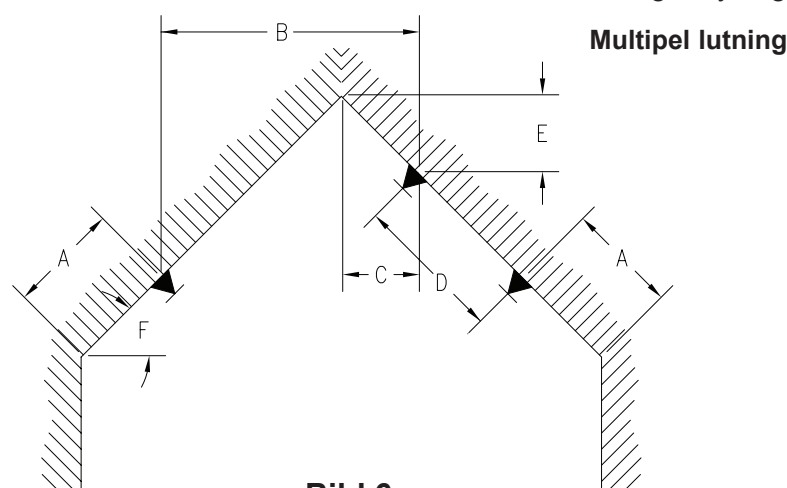

Bild 6
(F) När dimensionen "F" överskrider 16' (4,9 m) ska dimensioneringskonfigurationen som visas i bild 6 användas.